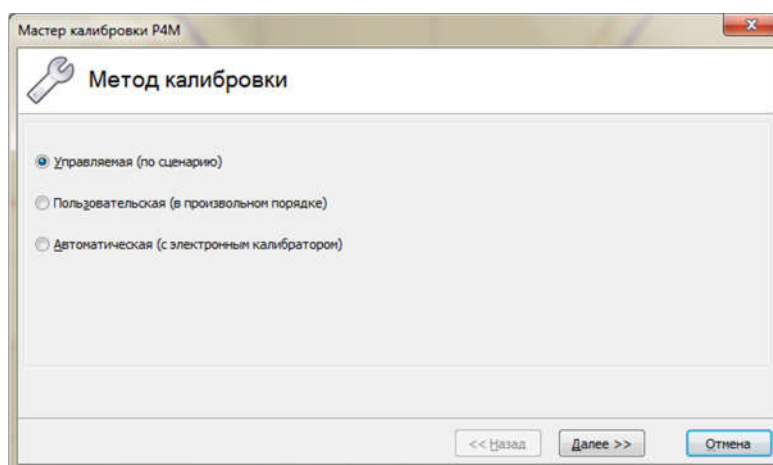

Рисунок 2.141 – Окно «Мастер калибровки Р4М»
2.3.3.7.1 Процесс калибровки начинается с запуска мастера калибровки¹⁾. В результате запустится «Мастер калибровки Р4М» и предложит выбрать метод калибровки (рисунок 2.141).